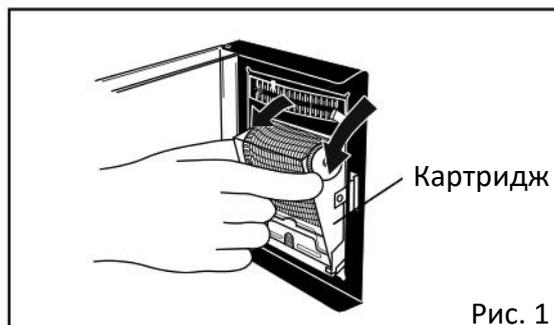

Рис. 1
2. Извлеките картридж, как показано на Рис. 1 и 2.